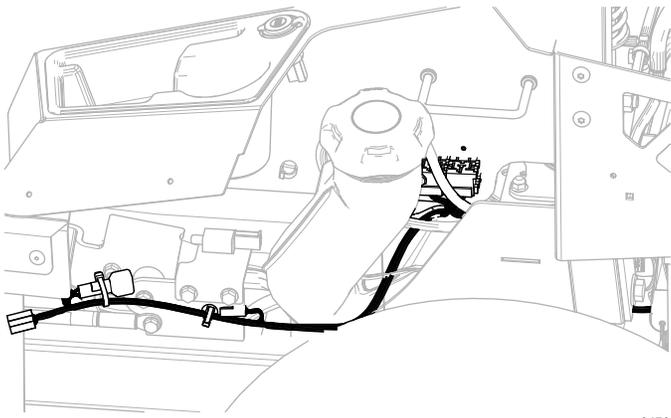

Figura 13
2. Enrute el arnés de cables (Figura 13) por el lado izquierdo del bastidor, a través de la grapa que instaló en el paso 1.